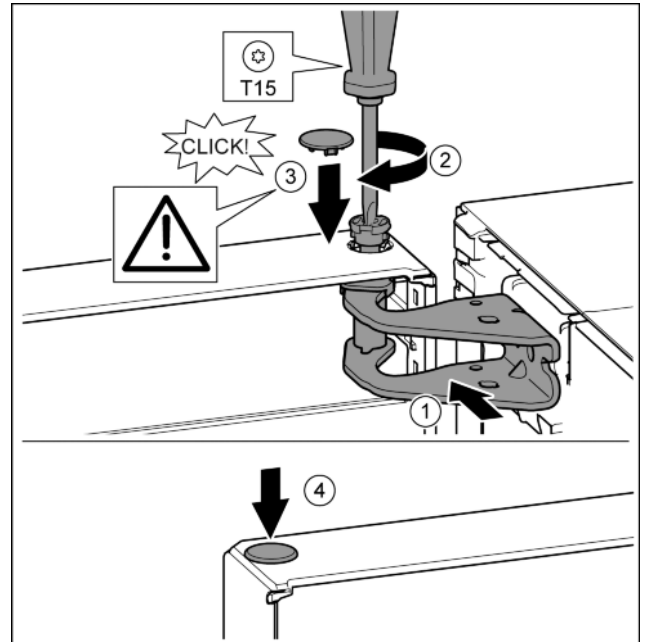

*Fig. 19*
- ▶ Установить ручку на противоположной стороне. *Fig. 19 (1)*
- ▶ Затянуть винты отверткой T15. *Fig. 19 (2)*
- ▶ Установить крышки сбоку и надвинуть. *Fig. 19 (3)*